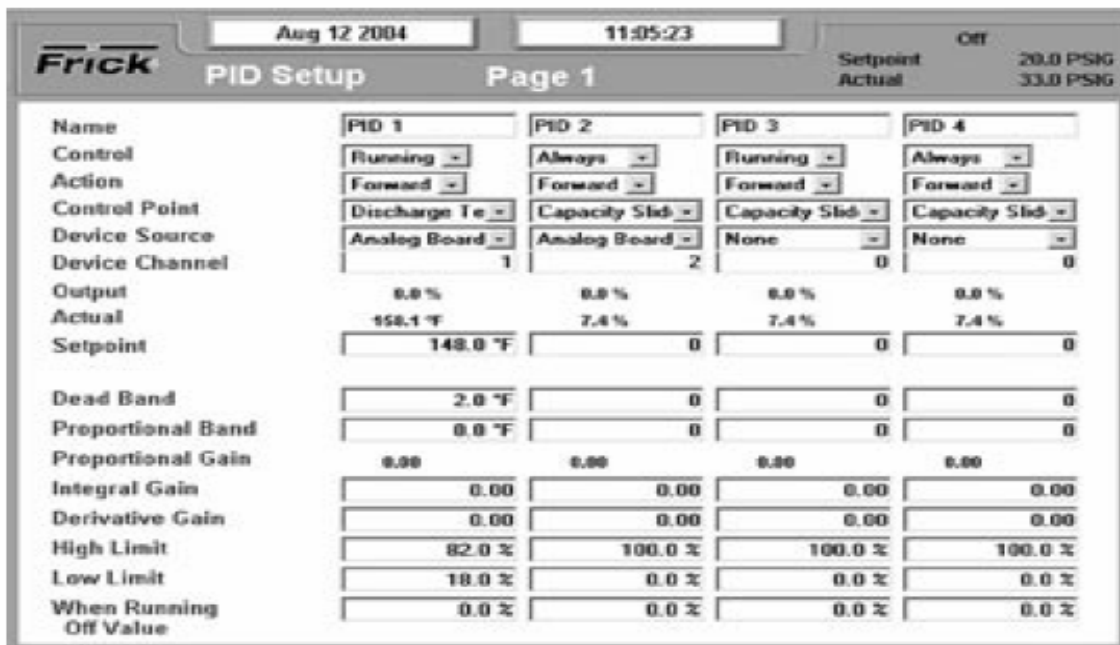

Figura 20
- Use la tecla **[Tab]** para mover el cursor a través de la configuración de los PID para controlar el sistema de Enfriamiento de Aceite por Inyección de Líquido (LIOC) en la figura 20.
Refiérase a la pantalla en la figura 20 para introducir los siguientes valores: